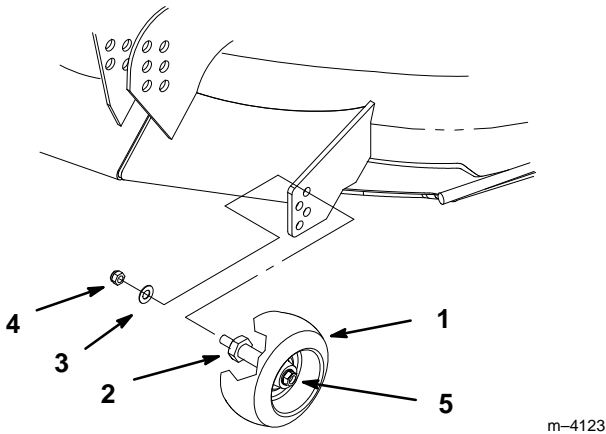

Figure 12
1. Après réglage de la hauteur de coupe souhaitée, déposer l'écrou et la rondelle du goujon de la roue, en maintenant ce dernier à l'aide d'une clé (Fig. 12).
Remarque : Ne pas enlever l'écrou de roue et sa rondelle (Fig. 12).
2. Choisir le nouveau trou d'insertion du goujon en fonction de la hauteur de coupe pour que la roue de jauge se trouve à 1 cm (3/8") du sol (Fig. 12).
3. Replacer la rondelle et l'écrou du goujon (Fig. 12).